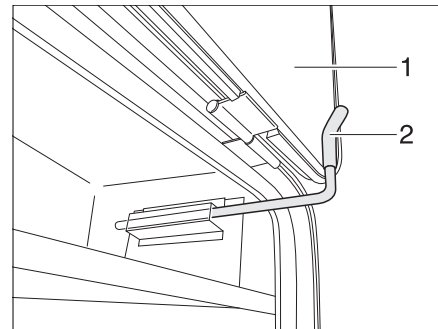

Bild 53 Sicherungshaken Außenklappe, Feststellposition
- Die Außenklappe (Bild 53,1) öffnen und nach oben gegen die Wand des Fahrzeugs klappen.
- Den Sicherungshaken (Bild 53,2) nach oben drehen und die Außenklappe (Bild 53,1) dahinter verkeilen.
- Den Sicherungshaken (Bild 53,2) ziehen und nach unten drehen.